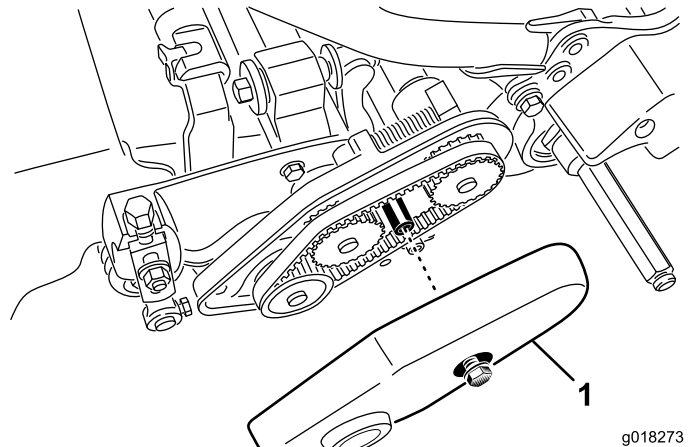

Рисунок 41
1. Выверните болт с буртиком, который крепит отстойник ремня, и снимите отстойник ремня, чтобы открыть ремень (Рисунок 41).